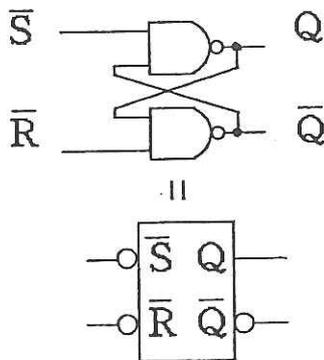

図 1
RSフリップフロップの論理記号とNAND回路を使った論理回路を図1に示す。RSフリップフロップはセット (\bar{S})、リセット (\bar{R}) 入力によりその状態を変えることのできるフリップフロップで、正規出力 (Q) と相補出力 (\bar{Q}) に記憶された状態が出力される。論理記号の $\bar{}$ は \bar{R} と \bar{S} の入力は負論理であることを示している。電圧値でLOW信号(TTLでは0.8V以下、CMOSでは2.5V以下)、すなわち論理値で0がこの回路の入力信号となる。表1にその真理値表を示す。 \bar{S} と \bar{R} が共に0の場合は禁止状態で出力は共に1である。 \bar{S} が0、 \bar{R} が1の時フリップフロップはセットされ Q は1となる。そのとき、その相補出力 \bar{Q} は0である。 \bar{S} が1、 \bar{R} が0の時はリセットされ Q は0、 \bar{Q} は1となる。 \bar{S} と \bar{R} が共に1のときは前の状態が保持される。RSフリップフロップはデータを一時的に保持すると言う意味からRSラッチ (掛け金) とも呼ばれる。